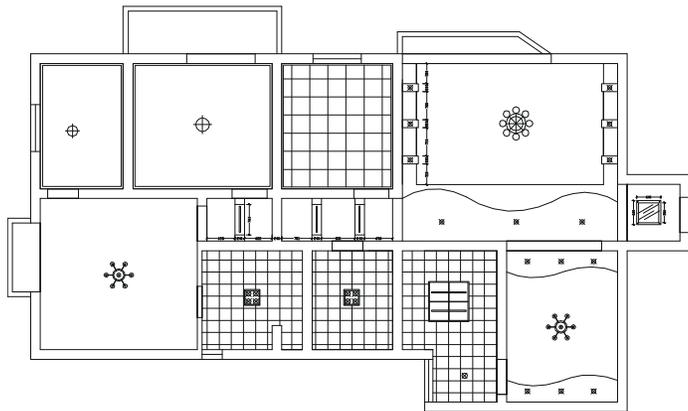

图 7-1-48
**STEP 02** 参照前面平面布局图中地砖的填充方法，使用填充按钮，将第（1）步中绘制的矩形填充为 (NET) 图案以示 450 × 450 的木格，其填充比例为 3600，如图 7-1-48 所示。